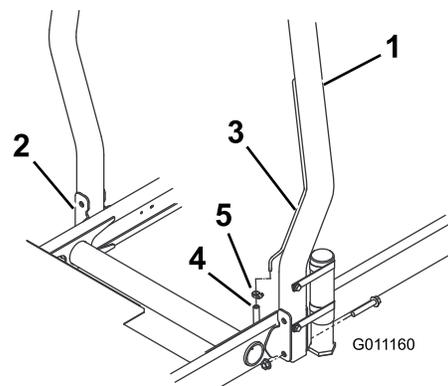

図 8
1. ROPS を機体の固定穴に差し込み、取り付け穴を整列させる。ROPS についている換気管が機体の左側にくるように配置すること 図 8。
2. ROPS のそれぞれの側をフランジヘッドキャップスクリュー 2 本とロックナット 2 本で固定する 図 8。締め具を 81N·m(8.3kg·m = 60ft·lb)にトルク締める。